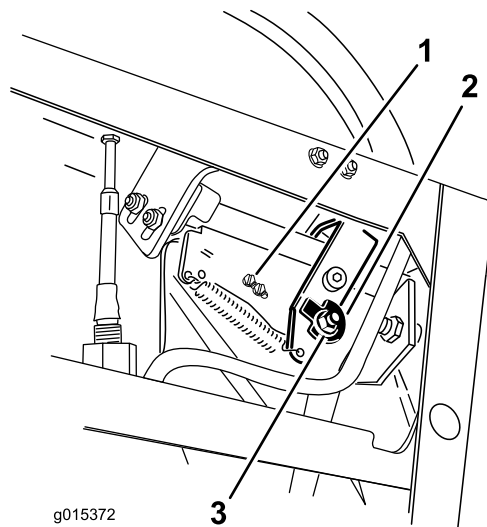
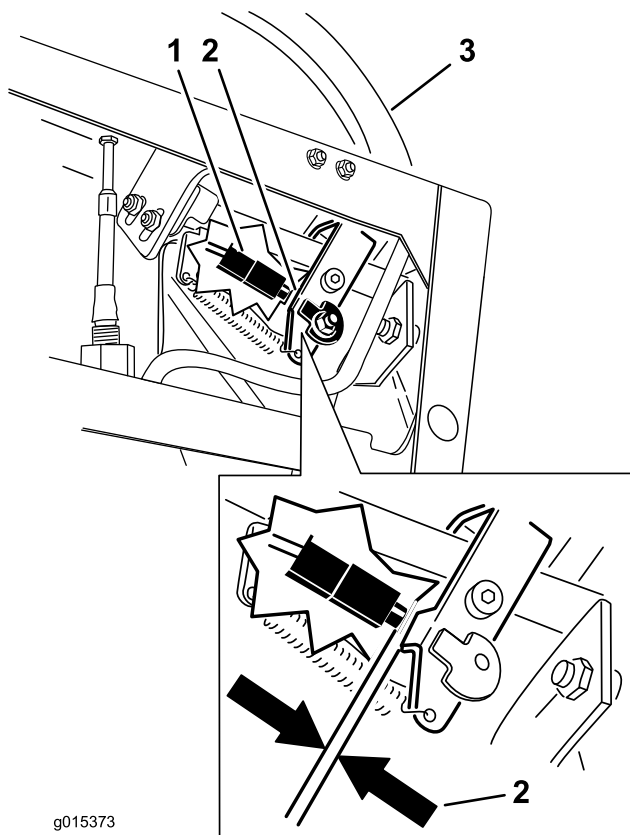

Figura 17
Figura 18
6. Afloje la tuerca y el perno que sujetan la leva (Figura 17).
9. Compruebe la distancia entre la palanca de control y el interruptor, según se muestra en Figura 18. La distancia debe ser de 1/8 pulgada (3 mm) con la palanca de control de movimiento derecha en la posición de punto muerto sin bloquear.
10. Si es necesario, afloje los tornillos que sujetan el interruptor, y ajuste el interruptor (Figura 17 and Figura 18).